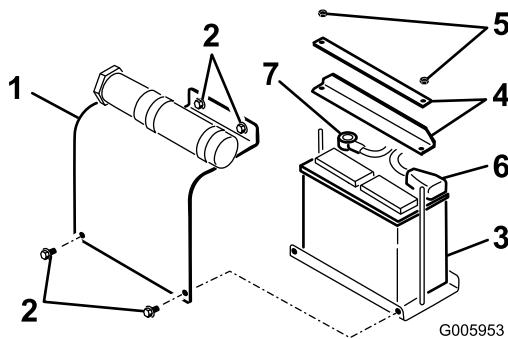

Bild 35
2. Entfernen Sie die Batterieabdeckung (Bild 35).
1. Entfernen Sie die Muttern und Leisten, mit denen die Batterie befestigt ist (Bild 35).
2. Klemmen Sie das Minuskabel (schwarz) vom Minuspol (-) ab (Bild 35).
3. Klemmen Sie das Pluskabel (rot) vom Pluspol (+) ab (Bild 35).
1. Bauen Sie die Batterie in die Fahrerstation ein (Bild 35).
2. Befestigen Sie die Batterie mit den vorher entfernten Leisten und Muttern wieder im Rahmen (Bild 35).
3. Schließen Sie das Pluskabel (rot) am Pluspol (+) an (Bild 35). Schieben Sie die Gummiabdeckung über den Batteriepol.
4. Schließen Sie das Minuskabel (schwarz) am Minuspol (-) an (Bild 35).
5. Bringen Sie die Batteriefachabdeckung wieder an (Bild 35).